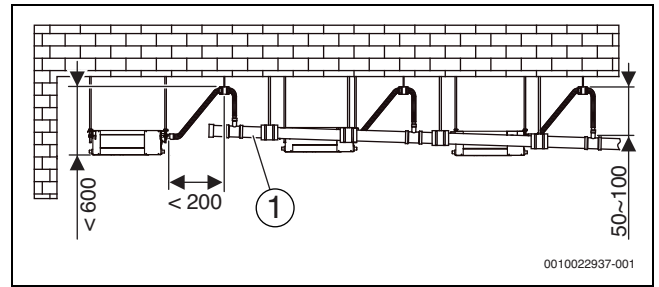
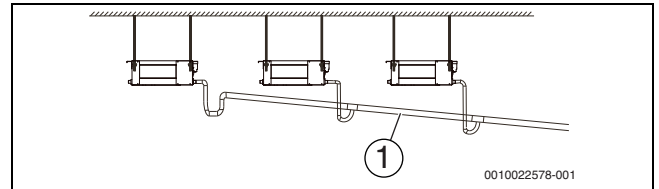

Рис. 19 Монтаж и расстояние между сливными трубами с водяным насосом [мм]
Рис. 20 Монтаж сливных труб без водяного насоса
7. Смонтируйте сливные трубы как показано на рис. 19 (с водяным насосом) и на рис. 20 (без водяного насоса). Выходное отверстие сливной трубы не должно находиться выше, чем высота сливных труб; наклон трубы должен составлять не менее 1/100.